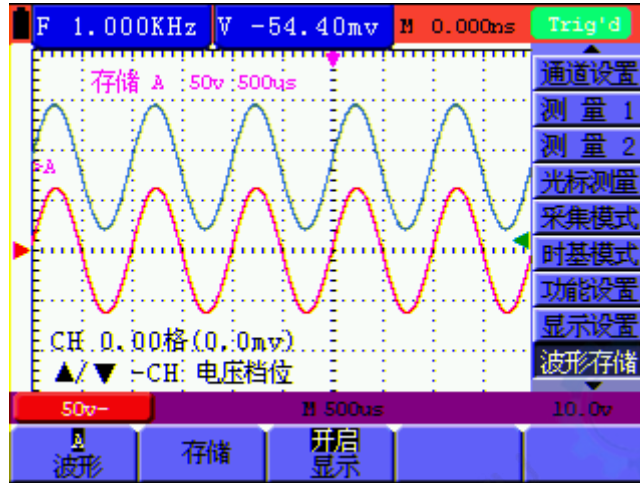

图42：波形储存
- 按 **F3** 键，选择 **显示** 为 **开启**，储存在地址 A 中的波形就显示在屏幕中，波形显示的颜色是蓝色，同时以紫色信息显示波形的零点位置、电压档位和水平时基。见图 42：